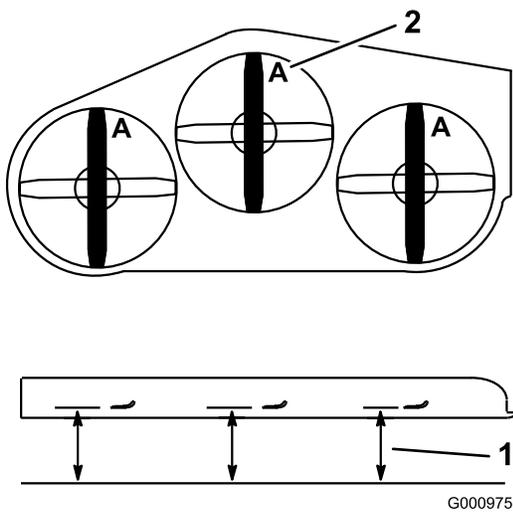

Bild 88
4. Messen Sie an den Stellen **A** und von einer ebenen Oberfläche bis zur Schnittkante der Messerspitzen (Bild 88).